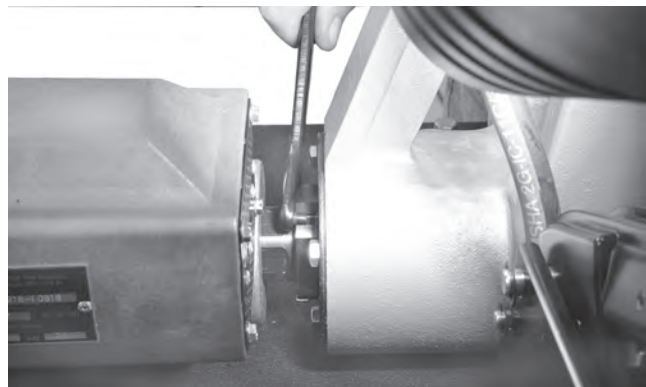

Abbildung 24 – Lösen und Entfernen der Haltemutter der Antriebswelle
4. Entfernen Sie die Haltemutter des Antriebswellenlagers mit dem Kamerakopf-Schlüssel (Abbildung 24).